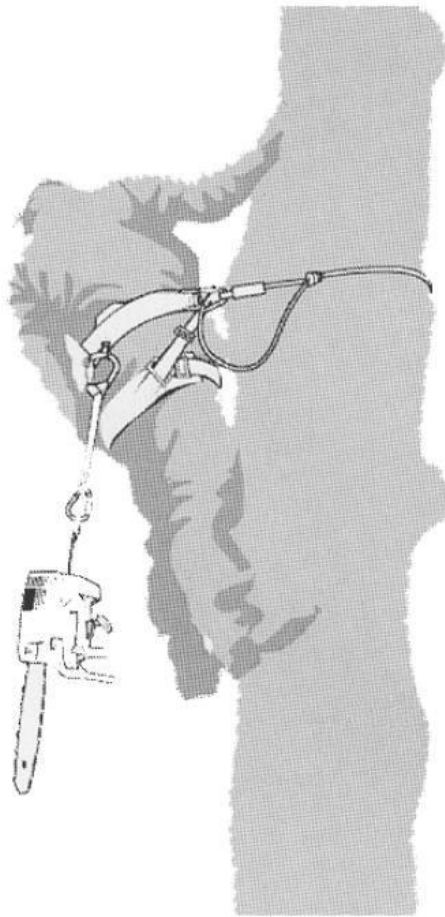

Bild A.2 — Beispiel für die Befestigung einer Kettensäge für die Baumpflege am zentrierten hinteren Mittelpunkt des Tragegurts
De optie om de kettingzaag rechtstreeks aan de draagriem te bevestigen vermindert het risico dat de uitrusting beschadigd raakt wanneer deze in de boom wordt bewogen. De kettingzaag moet altijd worden uitgeschakeld als deze rechtstreeks aan de draagriem is bevestigd. De kettingzaag mag alleen aan het harnas worden bevestigd met behulp van de aanbevolen ophanginrichtingen (18). Deze mogen zich in het midden (voor of achter) of aan de zijkanten bevinden. Waar mogelijk moet de kettingzaag in het midden aan de achterkant van de harnasgordel worden bevestigd om deze uit de buurt van klimtouwen te houden en om het gewicht centraal onder de ruggengraat van de gebruiker te ondersteunen. **Zie afbeelding A.2.** Als de kettingzaag van de ene ophanginrichting (18) naar de andere wordt verplaatst, moet u ervoor zorgen dat de kettingzaag in de nieuwe positie wordt vastgezet voordat deze van de vorige ophanginrichting (18) wordt losgemaakt.